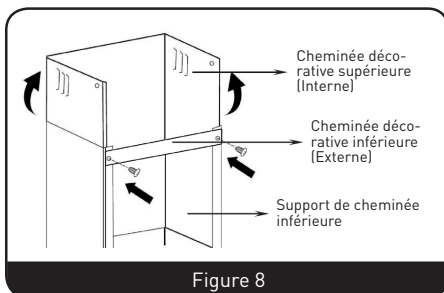

Figure 8
5. Le support de cheminée inférieur sert à fixer la cheminée décorative inférieure. Avec 2 vis 4x8 mm, assemblez le support de cheminée décorative inférieure sur la cheminée décorative inférieure. Avant d'assembler le support sur la cheminée, décidez de l'emplacement des trous de fixation du support de cheminée inférieure, puis assemblez-les avec 2 chevilles murales et 2 vis ST4x30 mm. Ne vissez pas les vis excessivement, veillez à ce que la cheminée décorative supérieure puisse bouger afin qu'il soit possible de régler sa hauteur après l'assemblage. (Figure 8)